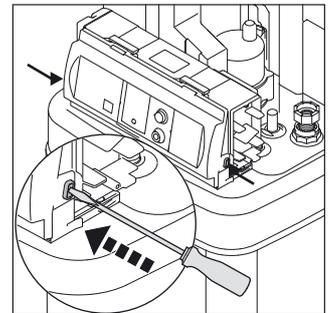

Bild 4-21 Frontblende entriegeln.
- Frontblende entriegeln und nach vorne abnehmen (Bild 4-21).